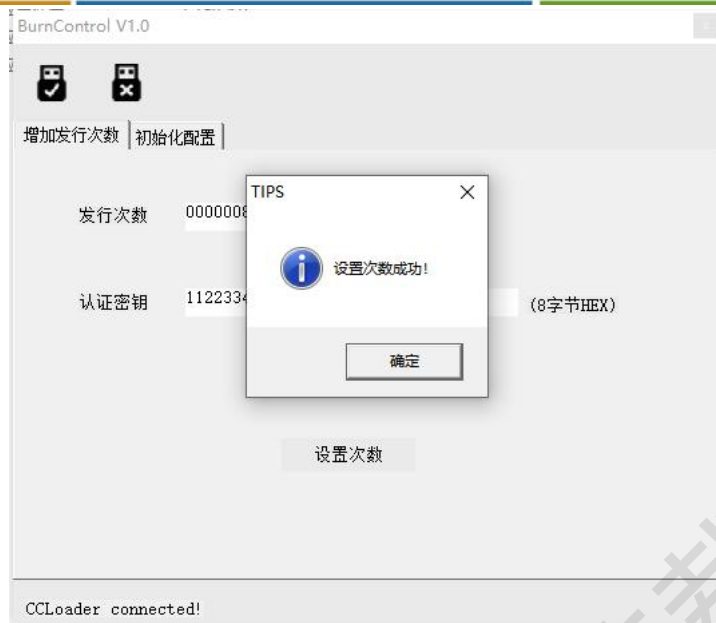

图 5-17
(4) 在“增加发行次数”界面，输入发行次数和认证密钥。点击“设置次数”按钮。如果设置成功会弹出提示框。如图 5-17 所示。